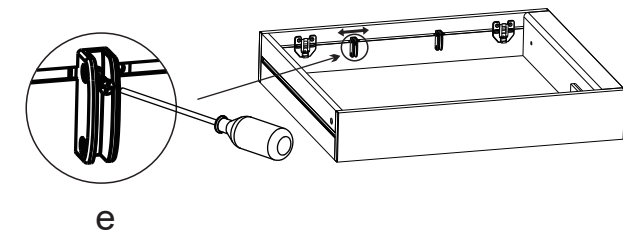

Fig.14
- 4.3.Lossa fästskruven (e) och justera hyllans position glas, fig. 14